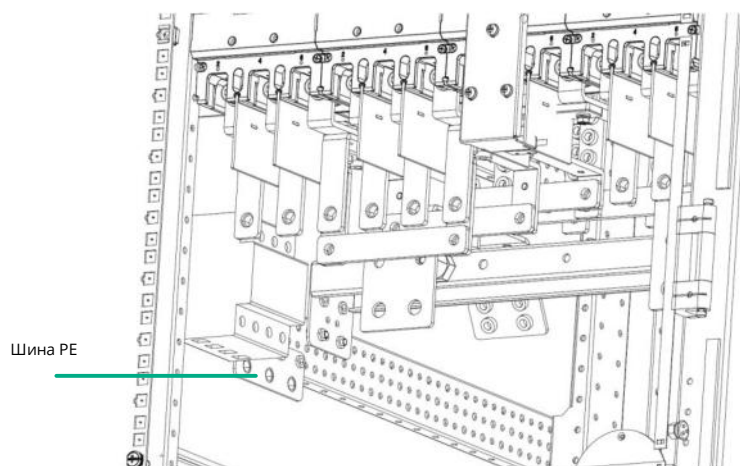

Рисунок 8-11. Шина РЕ
5. Подключите кабель заземления к клемме PE слева внутри шкафа (Рисунок 8-11).